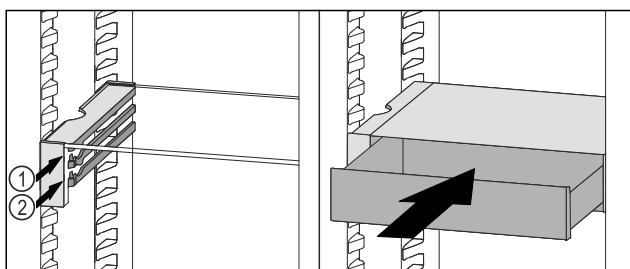

Fig. 125
- Posizionare il cassetto VarioSafe dietro i tappi sulla nervatura desiderata Fig. 125 (1) o Fig. 125 (2).